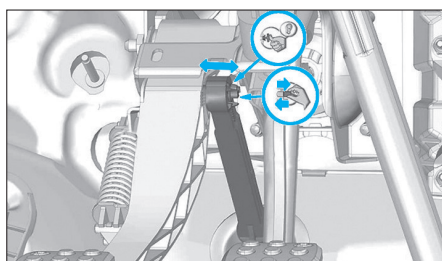

Fig. 9
- Contrôler le bon enclenchement de la tige du cylindre émetteur (Fig.9) en tirant dessus.